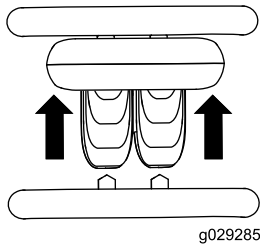

Bild 6
- Bewegen Sie den Fahrtriebshebel nach vorne, um vorwärts zu fahren (**Bild 6**).